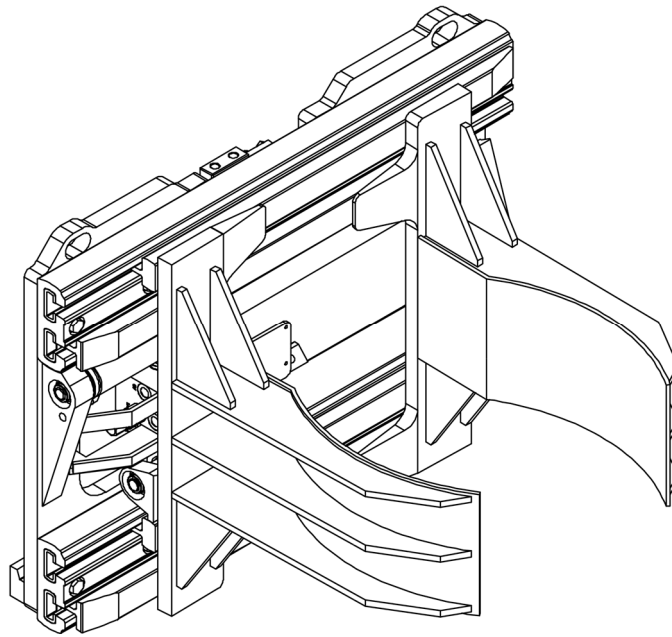
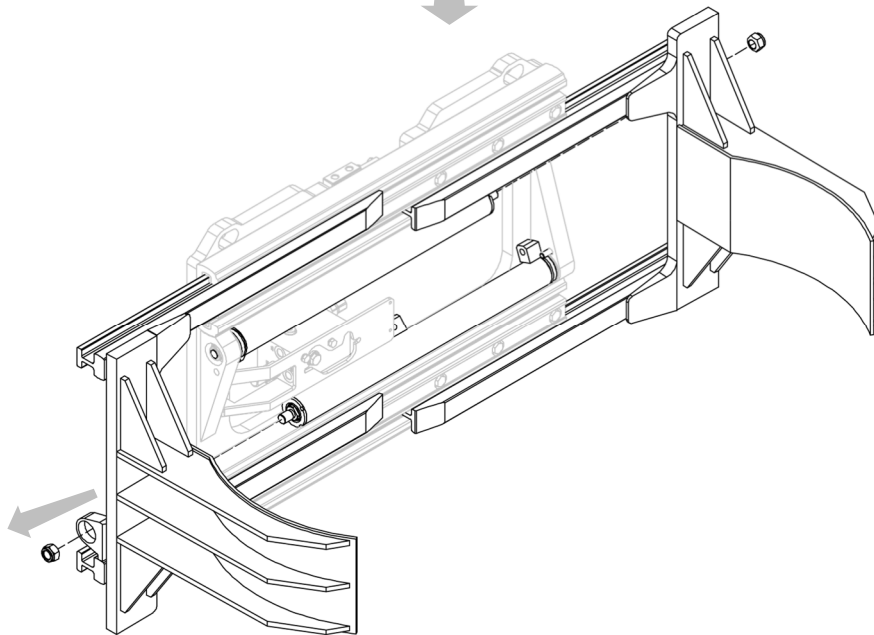

Figure 34
Figure 35
2. Retirer les fourches avec les mâchoires après avoir dévissé les écrous qui les relient aux vérins (voir Figure 34 et Figure 35).